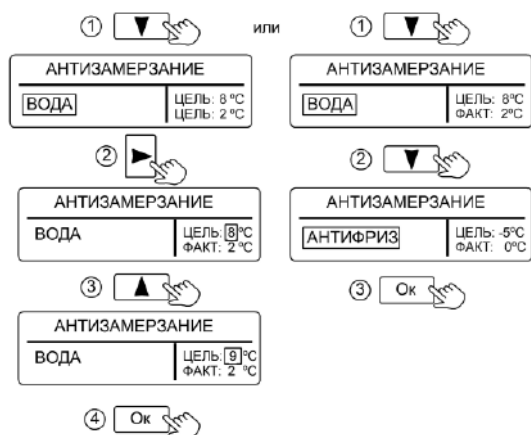

Рисунок 6. Настройка режима «АНТИЗАМЕРЗАНИЕ»
**10.1.1** При выборе в качестве теплоносителя «ВОДА» (см. рис. 6), нагрев теплоносителя производится на два градуса выше заданной величины.
Имеется возможность настройки температуры теплоносителя (см. рис. 6).